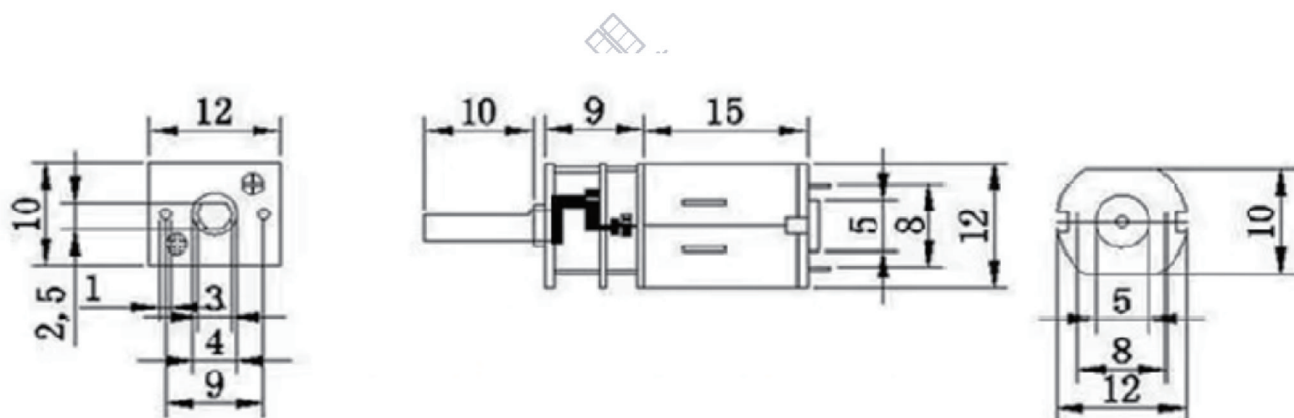
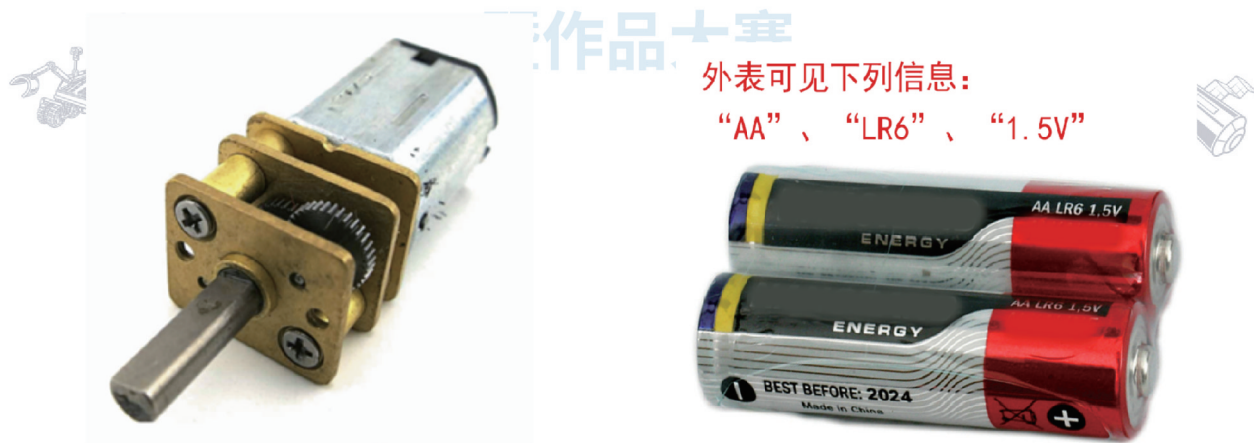

图2 电动机尺寸参数(单位:mm)
图3 电动机及电池外观(供参考)
2) 装置使用的电动机和电池需自行准备,需采用以下指定型号。电动机:N20减速电动机,减速比100,数量1个(电动机工作参数见表1,尺寸参数见图2);电池:5号普通电池(圆柱状,单节电池标称电压为1.5V,要求电池外表能看到AA、LR6、1.5V这些信息),数量4个。以上产品均不指定厂家,外观可参照图3。电子元件(只能是导线、开关、电池底座)及涉及运动的机械零件(如不可拆解的齿轮、齿条、轴等)可以自行采购。